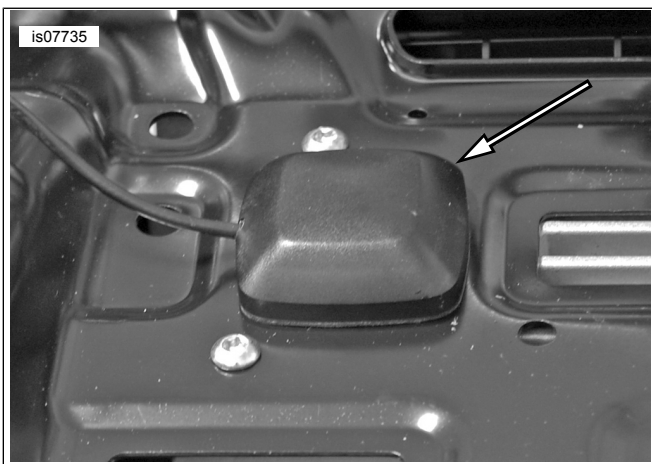

Figura 3. Rimozione dell'antenna
4. Vedere Figura 3 Se in dotazione, scollegare le antenne XM/Nav dalla staffa di sostegno della radio e conservarle.